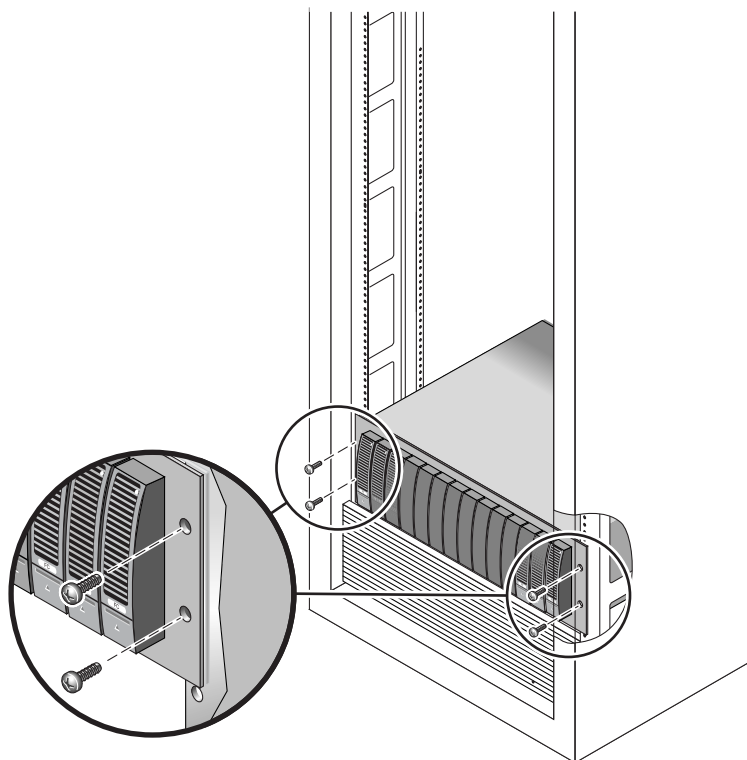

図 2-16 格納装置の Sun StorEdge 拡張キャビネットの正面への固定
- Sun StorEdge 拡張キャビネットを使用する場合は、プラスのねじ回し (Phillips の 2 番) を使用して、10-32 ねじを 4 本 (左右に 2 本ずつ) 挿入してしっかりと締め、格納装置をキャビネットの正面に固定します (図 2-16)。